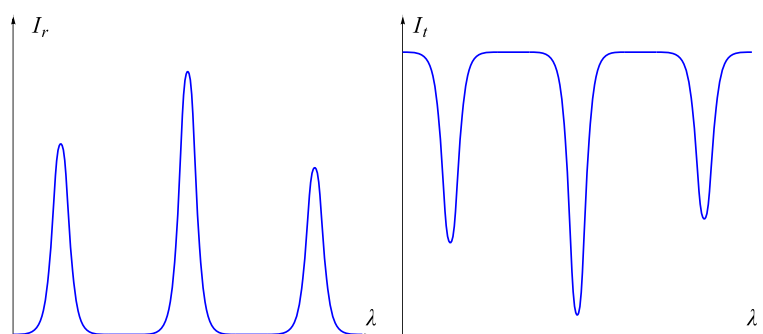

Рис. 9: Спектры отражения и пропускания
Выражение (2) называется **законом Брэгга-Снелла**. Минимумы пропускания наблюдаются при тех же углах  $\theta$ . Если угол остается постоянным, а длина волны  $\lambda$  изменяется, закон Брэгга-Снелла можно использовать, как уравнение для нахождения  $\lambda$ . На рис. 9. представлены спектры отражения и пропускания. Каждый минимум пропускания соответствует целому числу  $m$  в законе Брэгга-Снелла.
Закон Брэгга - Снелла (2) определяет углы и длины волн, при которых могут наблюдаться максимумы отражения или минимумы пропускания (рис. 9). Величина пропускания определяется внутренней структурой периода.